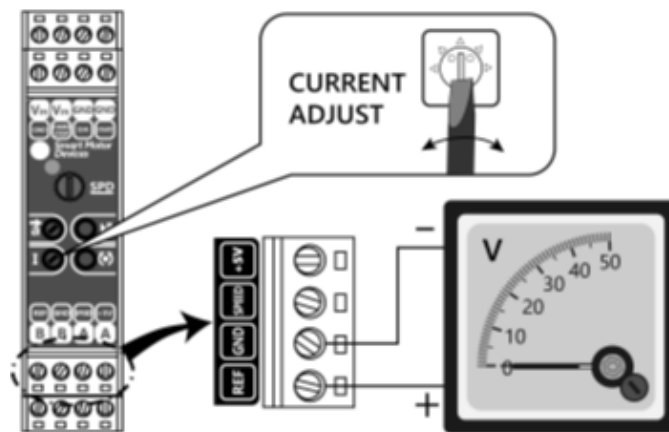

Abb. 3. Anschluss eines Voltmeters zur Einstellung der maximalen Motorstrombegrenzung
- 8) Stellen Sie mit dem Potentiometer «CURRENT ADJUST» den maximalen Motorstrom ein. Stellen Sie das Potentiometer «CURRENT ADJUST» ein und kontrollieren Sie die eingestellte Strombegrenzung mit einem Voltmeter, das an die Klemmen «GND» und «V_{ref}» angeschlossen ist (Abb. 3). Die Motorstrombegrenzung kann wie folgt berechnet werden: